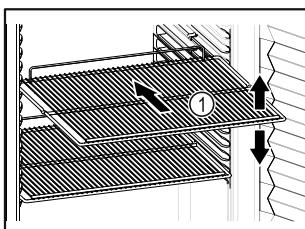

Fig. 82 Príklad zobrazenia
- Ak sa dajú odkladacie rošty Fig. 82 (1) premiestniť, prispôsobte výšku.